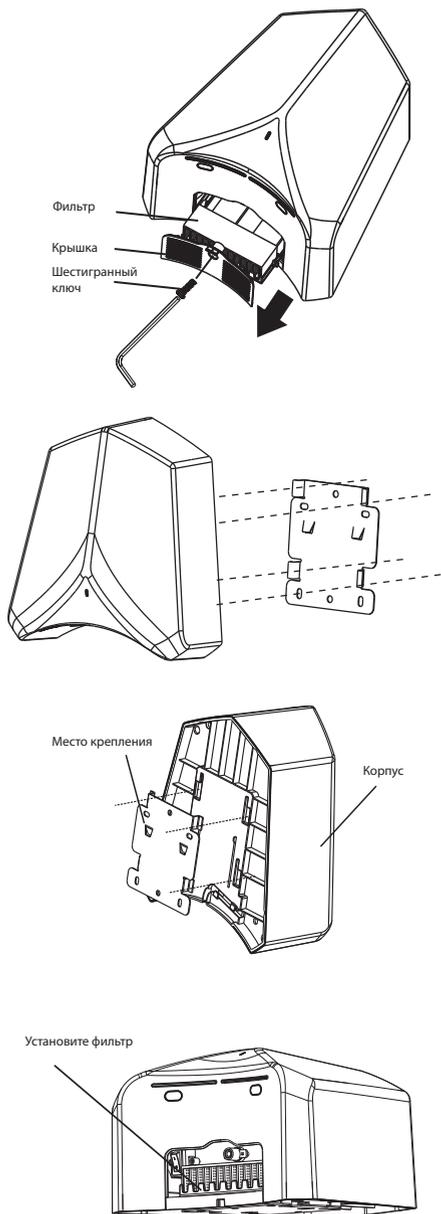

Рис. 6
1. Снимите крышку, соблюдая последовательность, как показано на рис. 6. Будьте осторожны при отсоединении крышки прибора. Не повредите соединительный провод между крышкой и внутренними частями.
4. Закрепите сушилку для рук, как показано на рис. 6: